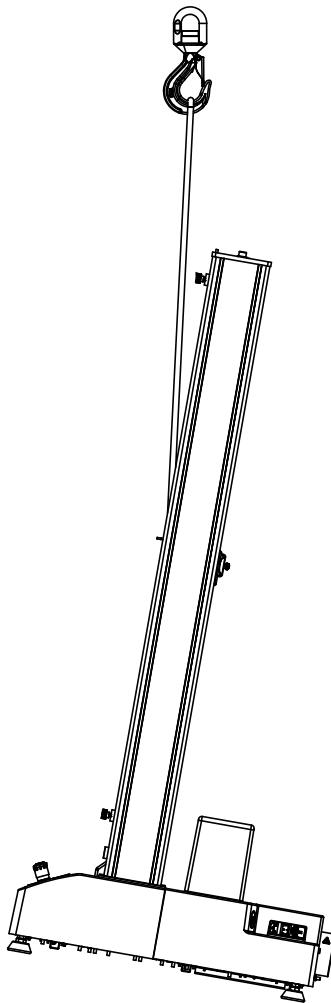

Figure 12. Levage du bâti de charge à l'aide d'une grue
1. Attachez l'élingue de levage à la traverse et fixez-la sur le crochet de la grue de sorte que l'élingue monte à partir de l'AVANT de la traverse comme illustré dans la Figure 12 à la page 65. Si vous utilisez des chaînes au lieu d'une élingue, entourez-les d'un matériau protecteur pour éviter de rayer ou d'endommager la surface de la traverse.